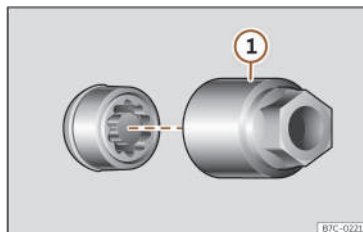

Fig. 193 Vite antifurto della ruota con cappuccio e adattatore.
- Inserire l'adattatore speciale >>> fig. 193 ① (attrezzo di bordo >>> pag. 303) nella vite antifurto della ruota fino al fermo.